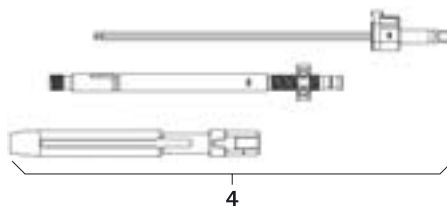

Afb. 7
- Demonteer het verwijderhulpstuk, zie Afb. 7.